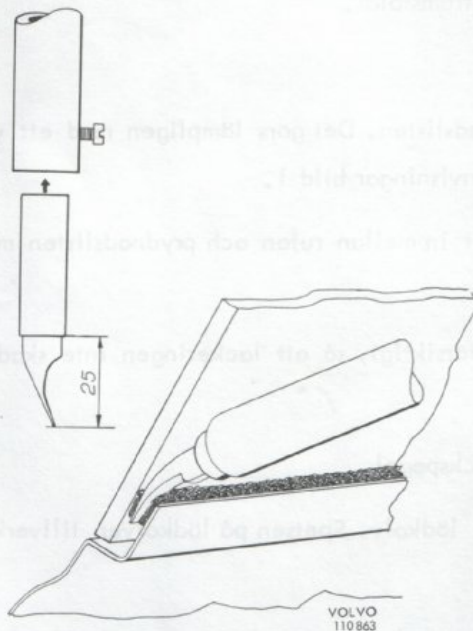

Bild 2
5. Vindrutan skärs loss med en varm lödkolv. Spetsen på lödkolven tillverkas enligt anvisningar bild 2.
Lödkolvens spets förs in mellan rutan och karossen, från vagnens insida se bild 2. Sedan dras lödkolven runt hela rutan. Vindrutan kan därefter tryckas ut med händerna. Med en kniv skärs eventuella kvarstående tapétrödar av.